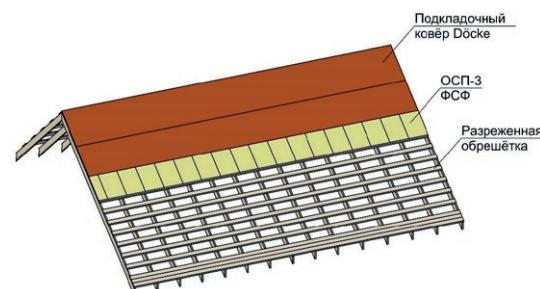

Рис. 9. Последовательный монтаж подкладочных ковров Döcke сверху-вниз.
4.1.6 Подкладочный ковёр монтируется параллельно карнизу, снизу-вверх, с нахлестом следующего ряда 100 мм, торцевые нахлесты составляют 150 мм. Для минимизации хождения по коврам, особенно на крутых скатах, допускается производить последовательный монтаж сверху-вниз: монтируется верхний ряд плит ОСП-3 или фанеры ФСФ, затем на смонтированный ряд плит монтируется верхнее полотно подкладочного ковра (рис. 9). Данный способ монтажа подойдёт только для простых крыш, на которых отсутствуют ендовы.